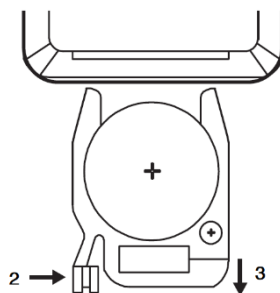

Figura 2
2. Se for necessário substituir a pilha do telecomando, ver Figura 2, o primeiro passo é empurrar o fecho na direção da seta 2, o segundo passo é puxar a tampa na direção da seta 3. Substitua a pilha e, em seguida, empurre a tampa para dentro do telecomando na direção oposta à da seta 3, até ficar bloqueada.